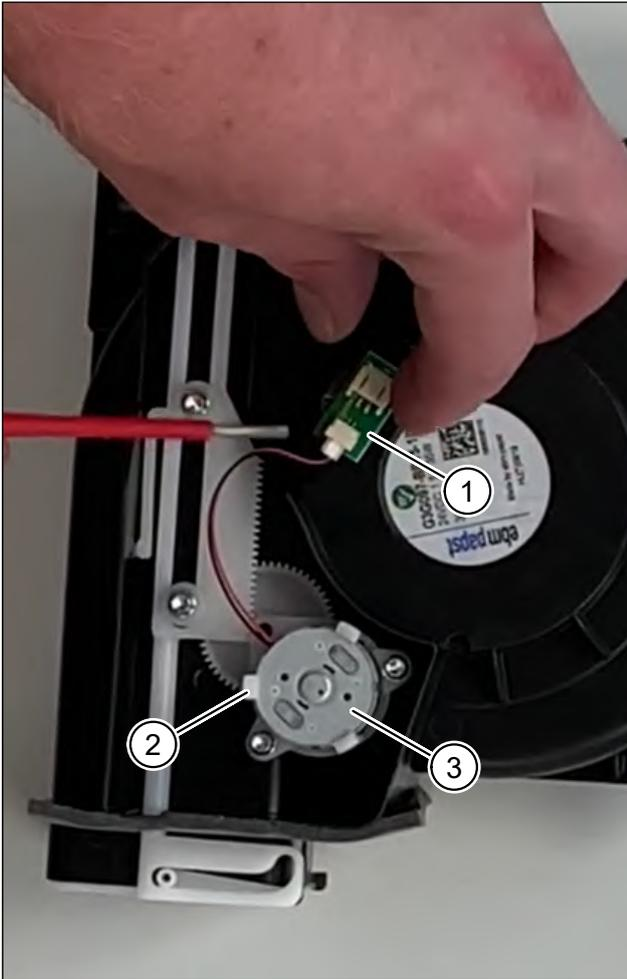

Abb. 11: Klappenmotoren für Luftklappen entfernen
- ▶ Heben Sie die Anschlussplatine (Pos. 1 in Abb. 11) des Klappenmotors mit einem Schraubendreher vom ausgebauten Zuluft- und Fortluftventilator ab.
- ▶ Drücken Sie die Halteklemmen (Pos. 2 in Abb. 11) für den Klappenmotor nach außen und ziehen Sie den Klappenmotor (Pos. 3 in Abb. 11) vom ausgebauten Zuluft- und Fortluftventilator ab.